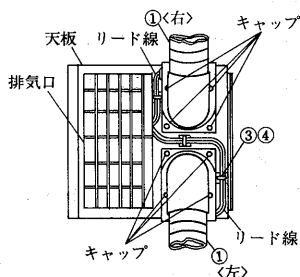

図2
- 5)自動首振り装置より出ているリード線を図2のように排気口より通し制御箱まで導きます。